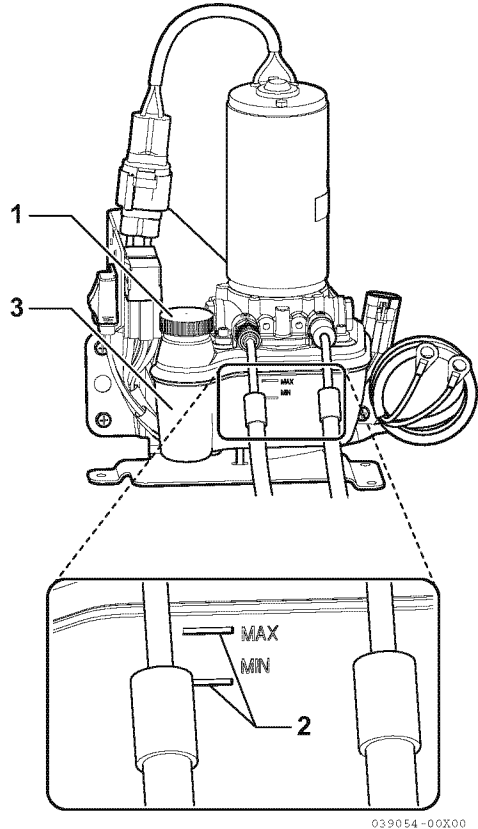

Abbildung 6
2. Stutzendeckel abschrauben und (1, **Abbildung 6**) von dem Behälter (3, **Abbildung 6**) mit der vorgeschriebenen Flüssigkeit abnehmen.
3. Öl nachfüllen, bis der Flüssigkeitsstand innerhalb der Markierungen MIN und MAX auf dem Behälter liegt (2, **Abbildung 6**).